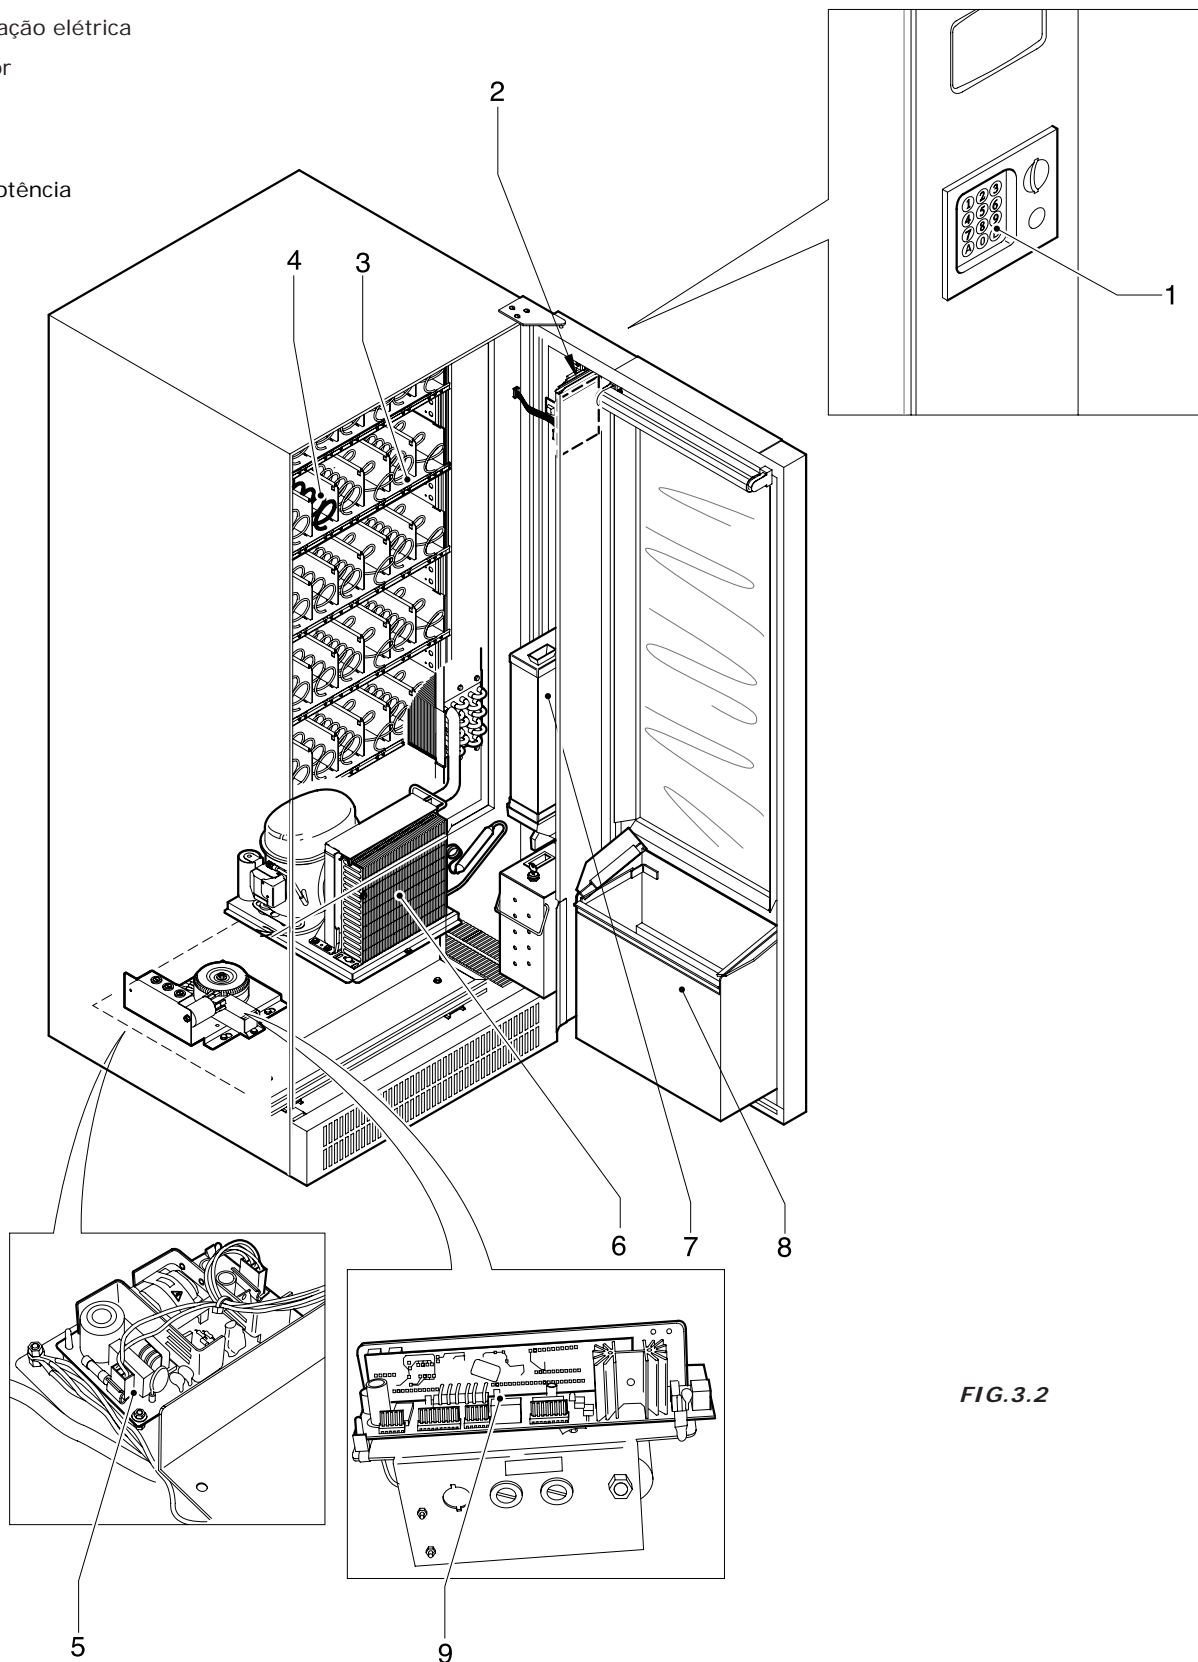

FIG.3.2
3.2 Descrição da máquina (Fig.3.2)